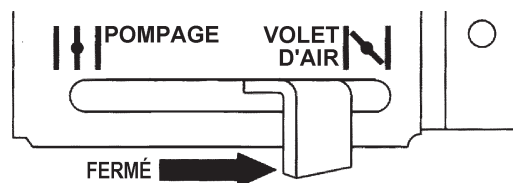

Figure 24. Enrichisseur (fermé)
7. Si le moteur démarre, ramener lentement l'enrichisseur en position **RUN (OUVERTE)** si nécessaire (Figure 24). Si le moteur ne démarre pas, répétez les étapes 1 à 4.